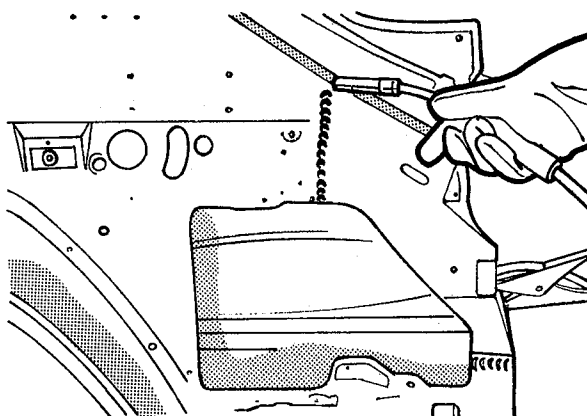

fig. 154
7. Soldar, pelo sistema MIG, as uniões do novo painel com as do painel remanescente (fig. 154)